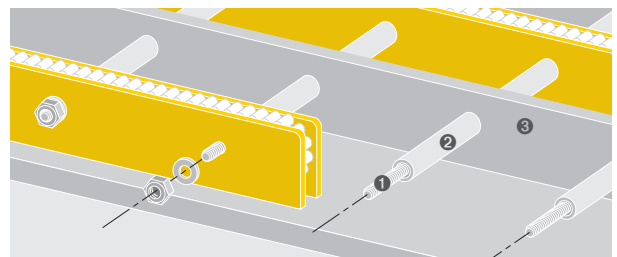

Abbildung 5.1.2
- Befestigung untereinander zu großflächigen Verbänden mit entsprechend dimensionierten Gewindestangen (1) und Rohrabschnitten (2). Gleitleisten (3) werden bei Bedarf direkt in den Verbund integriert (Abb. 5.1.2).